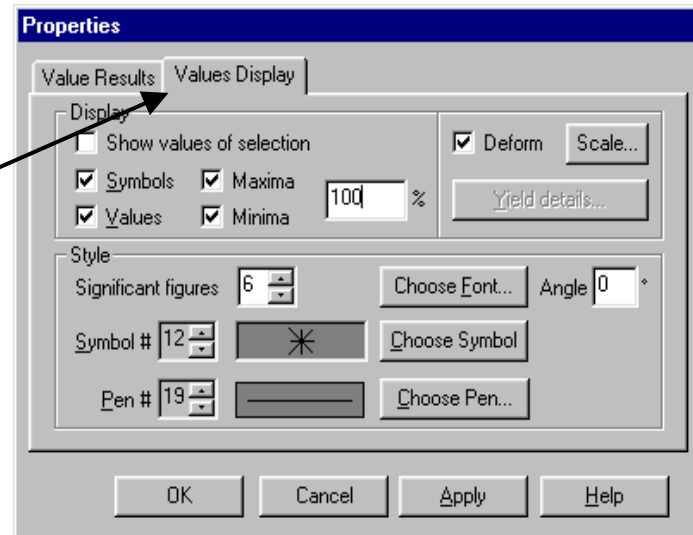

Fig. 58
- în aceeași casetă de dialog se selectează modul de afișare al rezultatelor (**Value Display**) (fig. 58): câte valori să afișeze, dimensiunea și culoarea cifrelor rezultatelor și simbolul cu care marchează locul în care se înregistrează aceste valori